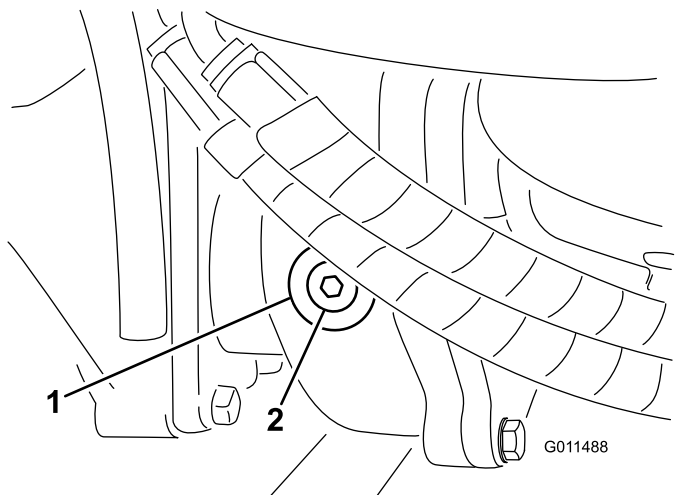

図 81
2. ギアボックスの左側から点検・補給用プラグを抜き、穴の高さまで潤滑油があることを確認する 図 81。